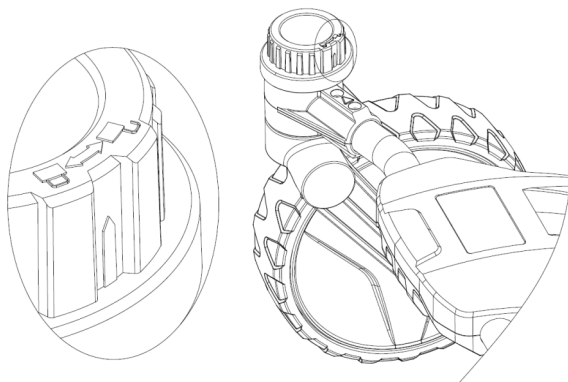

Рис. 15
**7.5 Регулировка передних колёс (рис. 15)**